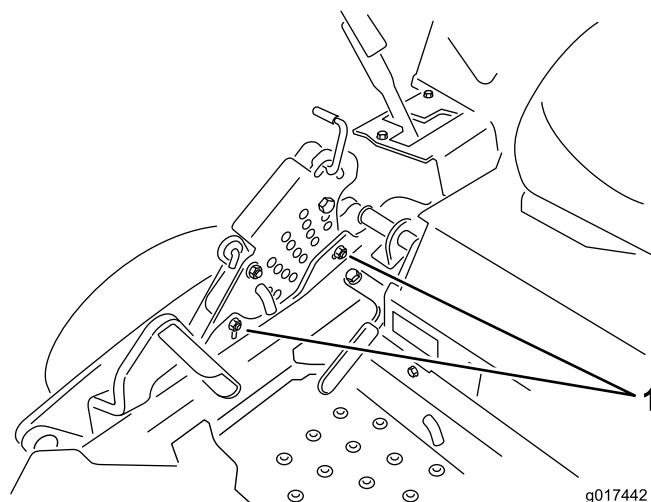

Figura 74
12. Per agire sull'impianto di regolazione da un punto unico, allentate i due bulloni alla base della piastra dell'altezza di taglio. Vedere Figura 74.
14. Serrate i due bulloni alla base della piastra dell'altezza di taglio (Figura 74). Serrate a 37-45 Nm.